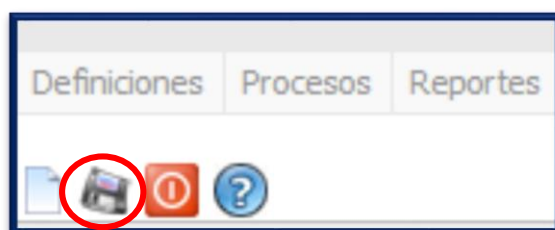

Imagen 39: Icono Guardar de la Barra de Herramientas.
13.- Por último, una vez que se tiene registrado el Almacén se le debe hacer clic en el **Icono “Guardar”** (imagen 39), el cual se encuentra resaltado dentro de un circulo de color rojo, el cual está ubicado en la **barra de herramientas de la pantalla**, dicha barra está en la parte de arriba del lado izquierdo.